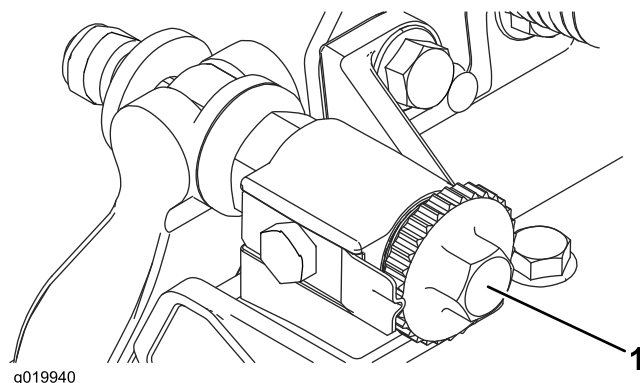

Figure 31
1. Séparez le cylindre et la contre-lame en tournant les boutons de réglage de la contre-lame (Figure 31) dans le sens anti-horaire jusqu'à ce que les deux pièces ne soient plus en contact.